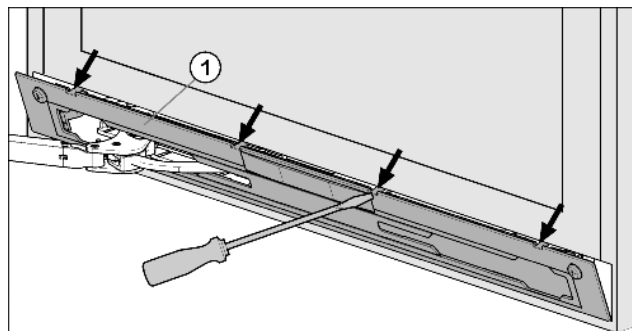

Fig. 4
► Выведите накладку Fig. 4 (1) из зацепления и снимите ее с помощью шлицевой отвертки.